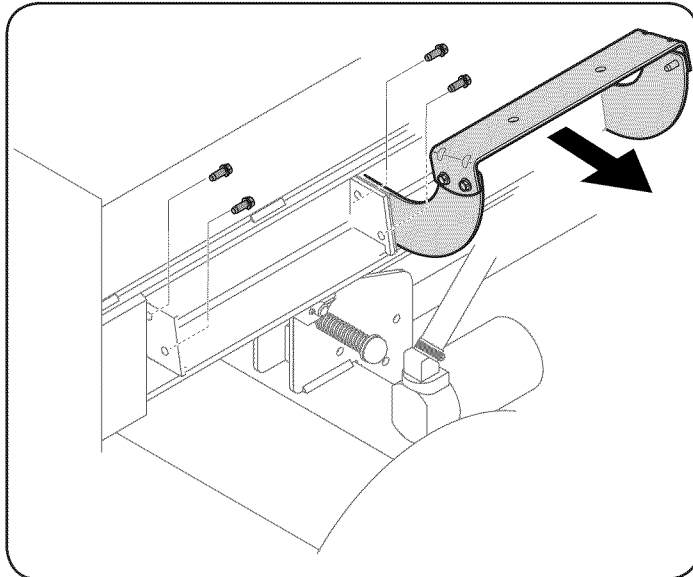

Figura 5
14. Desconecte el bandeja de troncos de la vigueta que está al costado de la válvula de control extrayendo los dos tornillos de las arandelas hexagonales que lo sujetan a la vigueta y los dos tornillos de las arandelas hexagonales de la vigueta. Vea la Figura 5.